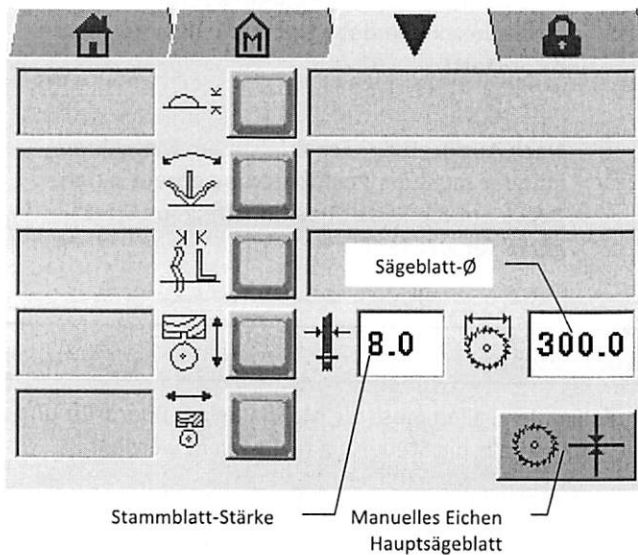

Abbildung 22 Manuelles Eichen HS-Sägeblatt
- Auf dem Touchscreen in das Register wechseln (Abbildung 22)
- Den Eichvorgang durch Betätigen der Taste „Manuelles Eichen Hauptsägeblatt“ (Abbildung 22) auf dem Touchscreen auswählen